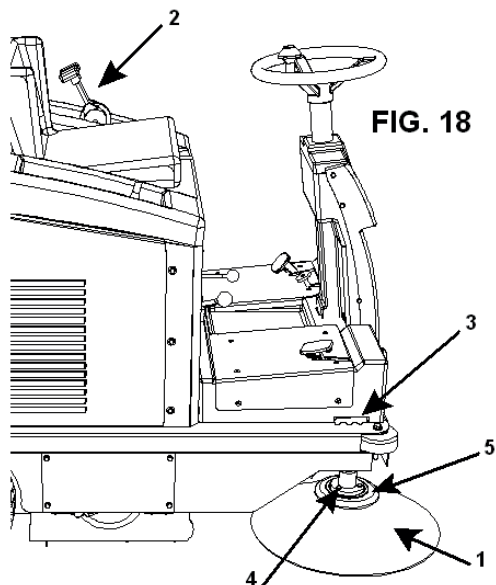

FIG. 18
W PRZYPADKU KIEDY BOCZNA SZCZOTKA PUNKT 1- RYS. 18 NIE ZBIERA JUŻ NIECZYSTOŚCI NIE KIERUJE ICH W KIERUNKU SZCZOTKI CENTRALNEJ, KONIECZNA JEST JEJ REGULACJA PRZY UNIESIONEJ BOCZNEJ SZCZOTCE KRĘCIMY REGULATOREM W KIERUNKU PRZECIWNYM DO RUCHU ZEGARA(PUNKT 2- RYS. 18)
- 1- ODKRĘCIĆ 3 ŚRUBY(PUNKT 4- RYS. 18) W CELU ZDJĘCIA SZCZOTKI BOCZNEJ(PUNKT 1- RYS.18) Z PLASTIKOWEGO KONTENERA(PUNKT 5-RYS.18)
- 2- WYMIENIĆ ZUŻYTĄ SZCZOTKĘ NA NOWĄ, ZAKRĘCAJĄC ŚRUBY(PUNKT 4-RYS.18) DO KOŁNIERZA(PUNKT 5-RYS. 18).